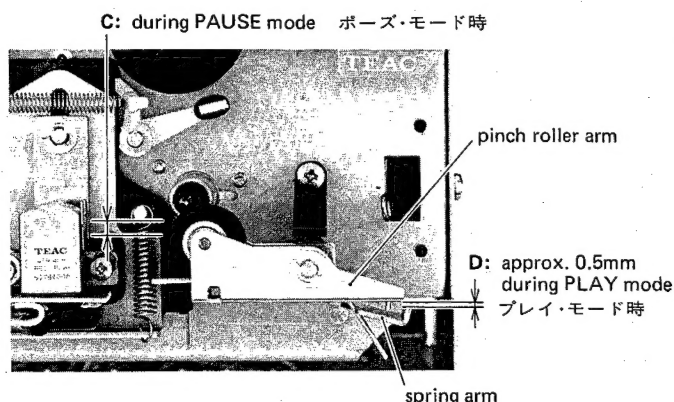

Fig. 4-4
1. With the deck in the play mode, check that there is a clearance of approx. 0.5 mm between the pinch roller arm and the spring arm ("D" in fig. 4-4).
4. Repeat switching operations from STOP to PAUSE mode two or three times, and make sure that when repeating steps 1 and 2, the clearances "D" and "B" are within the specified range respectively. Also make sure there is a clearance between head base and spring stud ("C" in fig. 4-4).
Note: During play operation, make sure there is a clearance of approx. 0.5 mm between the pinch roller arm and the spring arm. Refer to fig. 4-4.
1. プレイ・モードにして、ピンチ・ローラ・アームとスプリング・アームのすき間 (図4-4の D) が約0.5mm であるか確認する。
4. ストップ・モードからポーズ・モードへの切換え操作を 2, 3 度繰り返した後、再度1, 2項のチェックをして、間隔 D と B がそれぞれ規定通りか確認する。また、ヘッド・ベースとスプリング支柱との間 (図4-4の C) にすき間があるか確認する。
注意: プレイ・モード中、ピンチ・ローラ・アームとスプリング・アーム間に約0.5mmのすき間があるか確認する (図4-4参照)。